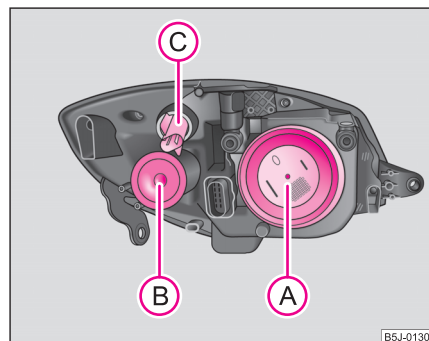

Abb. 183 Scheinwerfer vorn: Einbaulage der Glühlampen
Positionen der Glühlampen im Scheinwerfer vorn ⇒ Seite 260, Abb. 183.
- Nehmen Sie die Schutzkappe ab **A** ⇒ Seite 260, Abb. 183.
- Drehen Sie die Lampenfassung **C** nach links ⇒ Seite 260, Abb. 183 und nehmen Sie die Lampenfassung mit der Glühlampe heraus.
- Nehmen Sie die Schutzkappe ab (B) ⇒ Seite 260, Abb. 183.